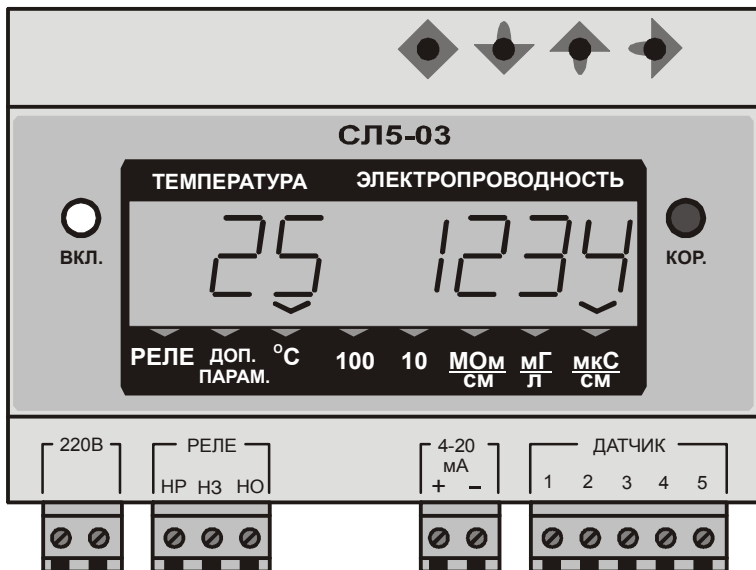

Рис.1
4.4 Расположение на передней панели Блока органов управления и индикации показано на рис.1.